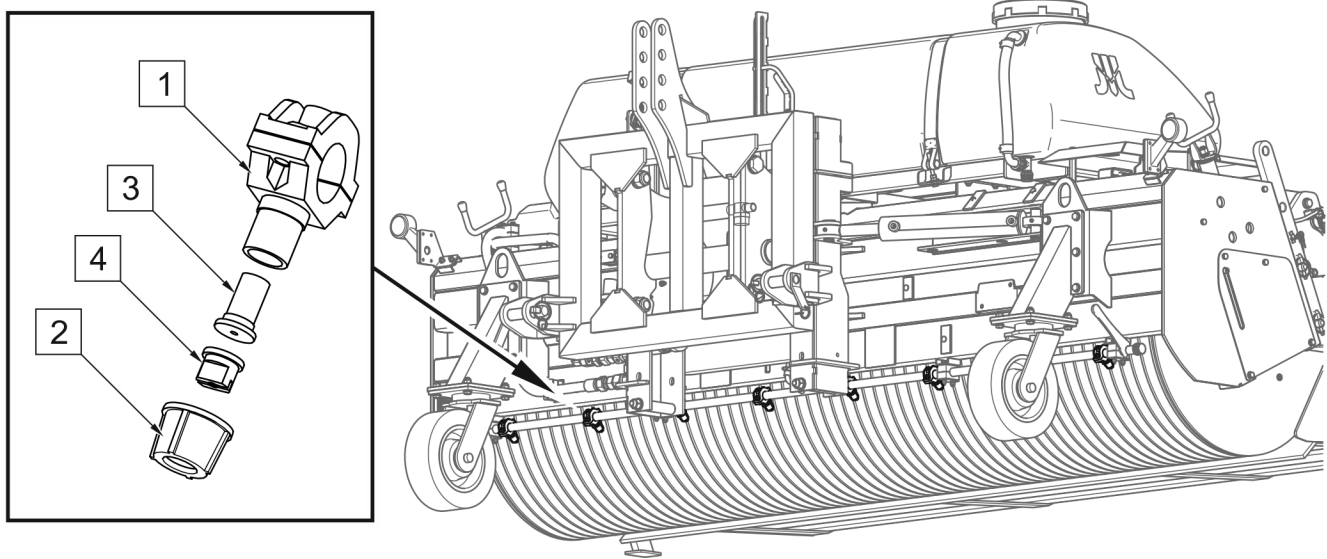

ABBILDUNG 5.14 Sprühfilter
(1) - Halterung; (2) - Mutter; (3) - Filter mit Rückschlagventil; (4) - Düse
In jeder Sprühdüse befindet sich ein Filter (ABBILDUNG 5.14). Um den Filter (3) der Sprühdüsen zu reinigen, muss das Gehäuse geöffnet und anschließend der Filter ausgespült oder mit Druckluft durchgeblasen werden. Vor dem Wiedereinbau muss sichergestellt werden, dass die Düsen nicht verstopft sind. Die Sprühdüsen auf ihren technischen Zustand hin prüfen und bei Bedarf auswechseln.